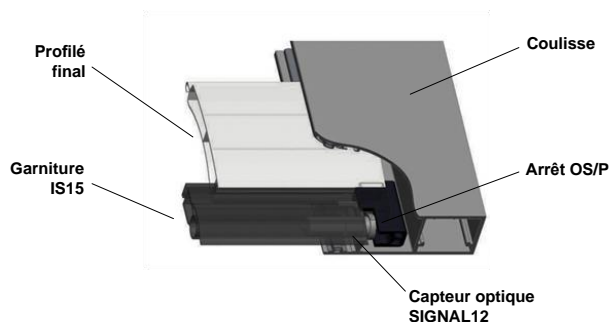

Fig. 4.2. Installation de l'arrêt OS/P pour le volet roulant série AG/77
- 4.1.5. Installez les arrêts du jet OS/P conformément à la fig. 4.2. Avant de serrer les arrêts assurez-vous, qu'ils sont bien pressés contre le bout du profilé final.